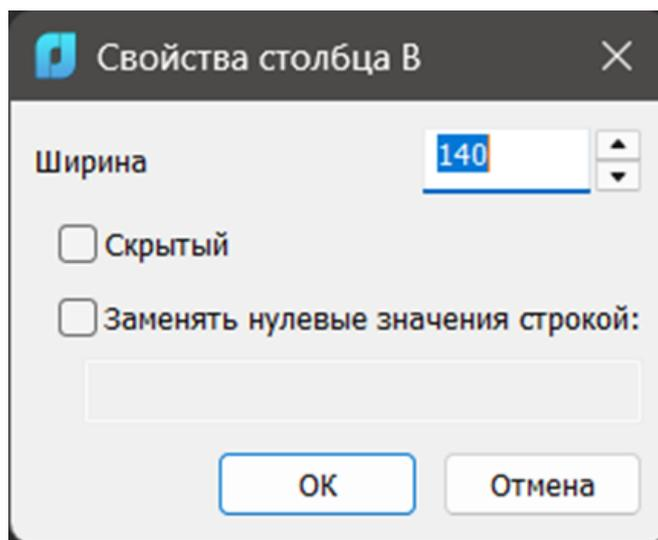

Рис. 4.39
- свойства столбца - изменение ширины столбца, содержащего выбранную ячейку. Вызывается диалоговое окно (рис. 4.39), в котором следует указать новую ширину столбца в миллиметрах: